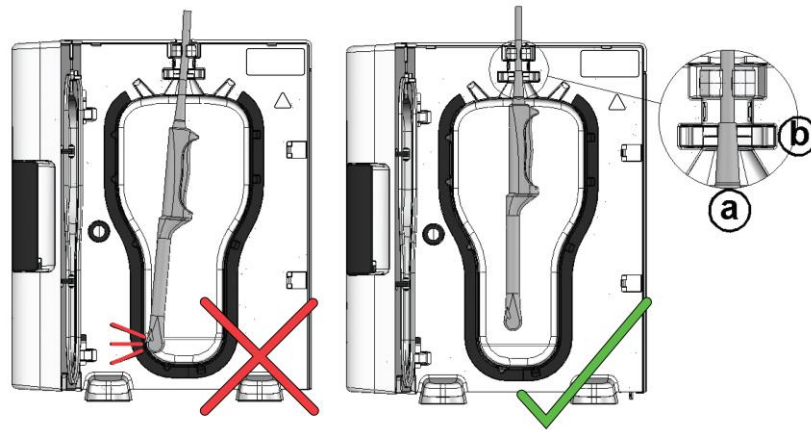

Ilustración 10
3. La sonda queda bien sujeta en el interior de la cámara gracias a las dos abrazaderas. Vea la ilustración 10.
La sonda tiene una pequeña funda en la parte posterior del mango para cubrir el cable eléctrico. Se trata del conector de la sonda. Vea la ilustración 10(a).